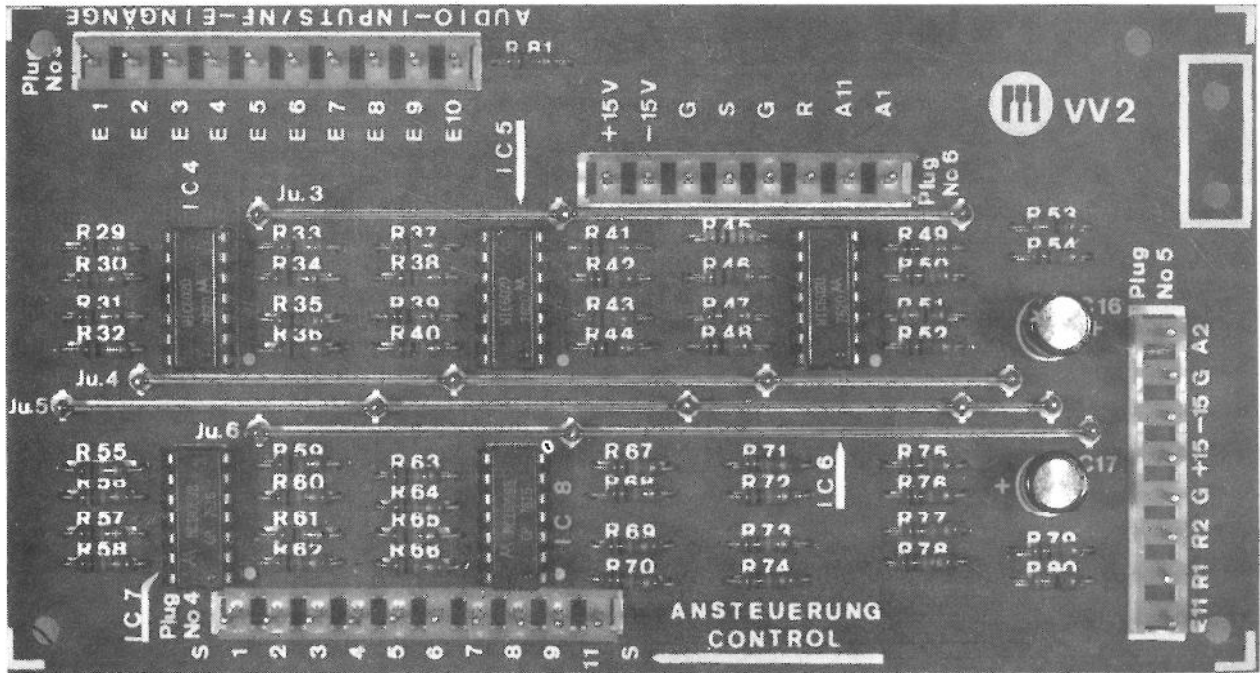

Abb. 9: Steuerplatine VV 2 (Einzelplatine)
- () Schrauben Sie die Platinenführung (Tüte Nr. 38) mittels M 3 Schrauben und Muttern (aus Tüte Nr. 40) auf die Platine VV 2 (siehe auch Abb. 9).